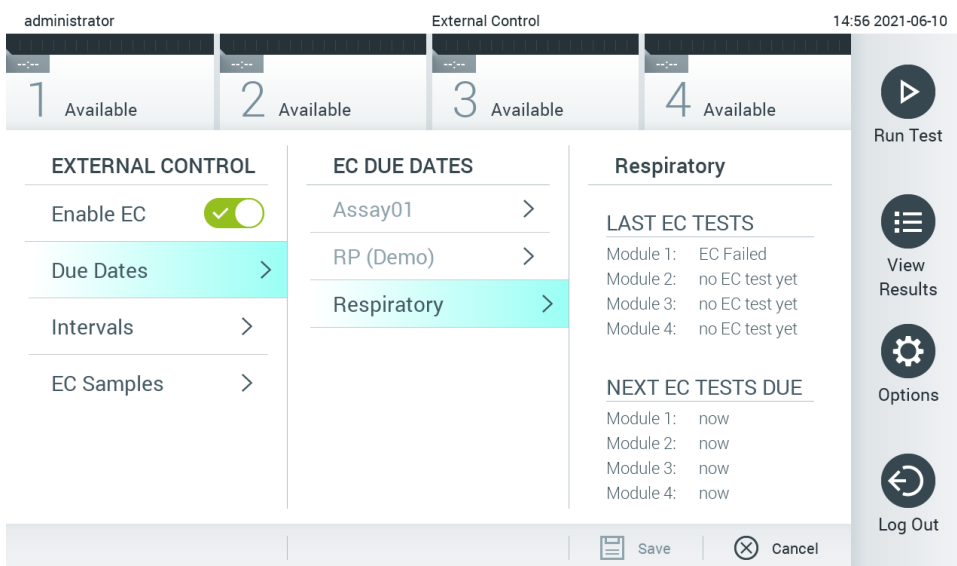

Рис. 51. Екран Due Dates (Дати виконання) зовнішнього контролю.
3. Виберіть **Due Dates** (Терміни виконання) та аналіз зі списку, щоб побачити, коли для кожного аналізу та аналітичного модуля проводився останній тест зовнішнього контролю, та коли заплановано наступний тест зовнішнього контролю (рис. 51).